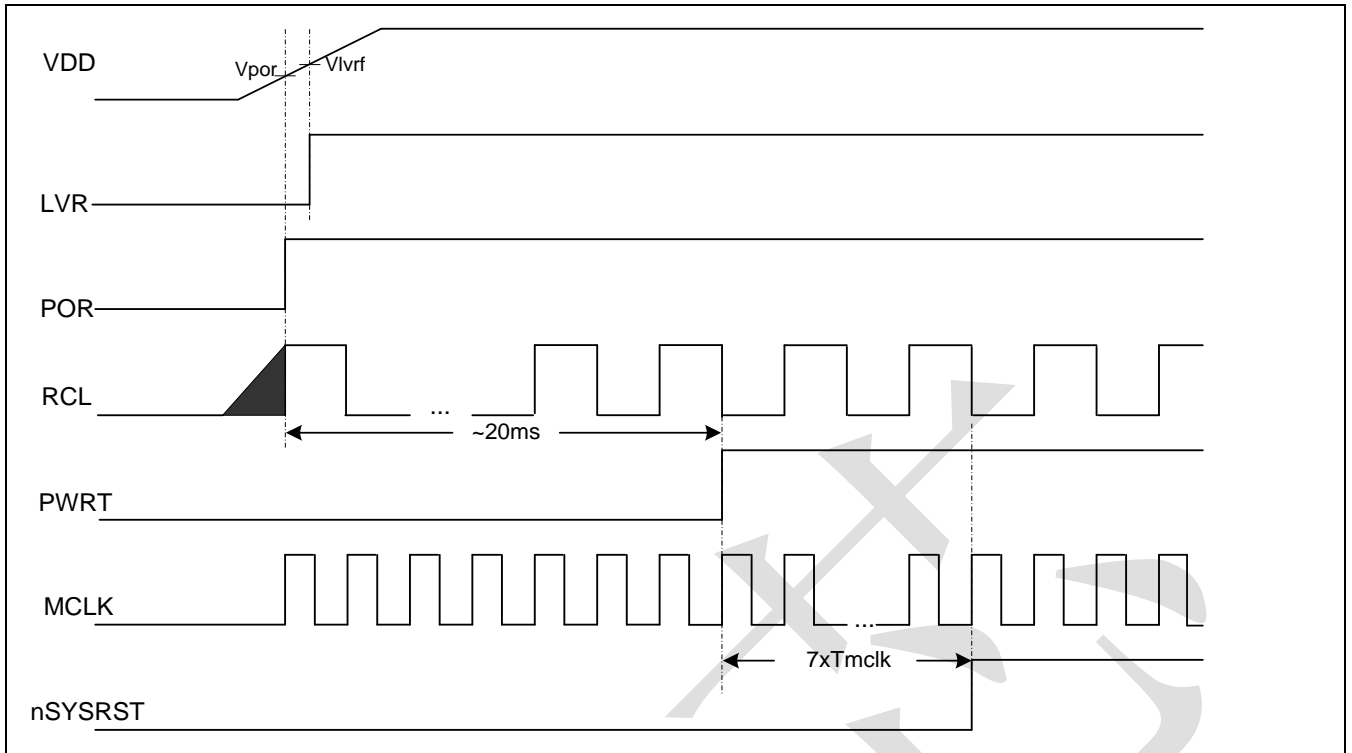

图 5-2 上电复位典型时序
不同的复位源，触发条件与释放条件略有不同。对于 POR 复位，为了保证电路开始工作时电源电压已经进入安全工作区，LCM08F04G 对 POR 复位增加了一个上电复位延时定时器（PWRT）。如图 5-2 所示，该定时器采用内部低频 RC 振荡时钟作为计数时钟源，POR 复位时，将复位 PWRT。POR 复位释放后，计数器开始计数，计满 518 个周期后溢出。按照典型 RCL 时钟频率为 32KHz 计算，PWRT 为上电复位 POR 提供一个约 25ms①（标称值）的固定延时。